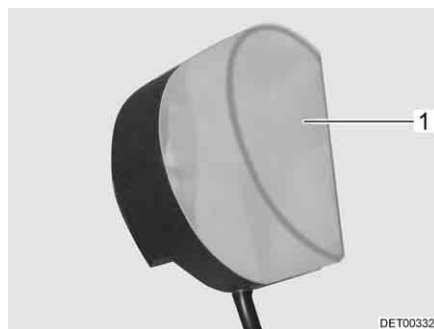

Fig. 69 Luci armadi guardaroba
- Comprimere leggermente e rimuovere la copertura della lampada (Fig. 69,1).